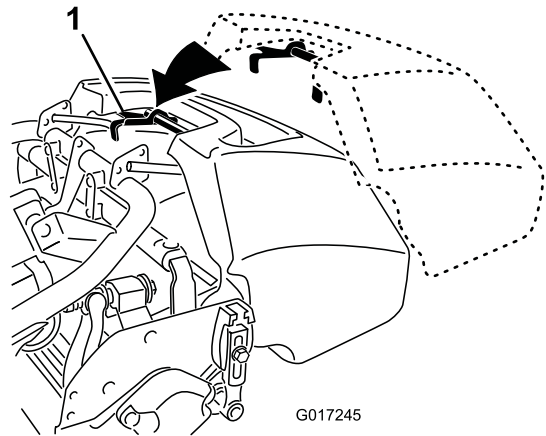

Figura 14
2. Guidate il coperchio del cesto tra le piastre laterali dell'apparato di taglio e sopra il rullo anteriore (Figura 14).
3. Installate i ganci del cesto sull'anello del telaio (Figura 14).